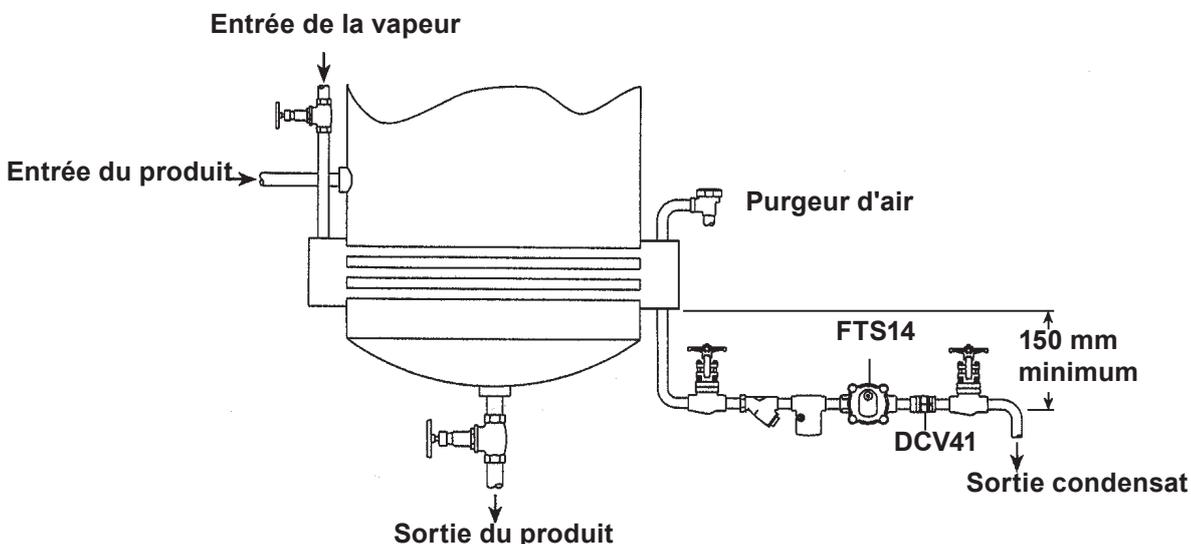

Fig. 4 Evaporateur
- 3.7** Les purgeurs doivent être installés en charge par rapport au point de purge, c'est-à-dire avec une légère dénivellation précédant immédiatement l'appareil. - généralement 150 mm, voir fig. 4.
- 3.8** Toujours monter un clapet de retenue en aval des purgeurs qui déchargent dans les réseaux de retour de condensat. Le clapet de retenue empêchera un retour des condensats dans l'espace vapeur lorsque la pression d'entrée est réduite ou lorsque la vapeur est coupée. Utiliser un clapet approprié tel que les clapets DCV41 Spirax Sarco, voir figure 4.